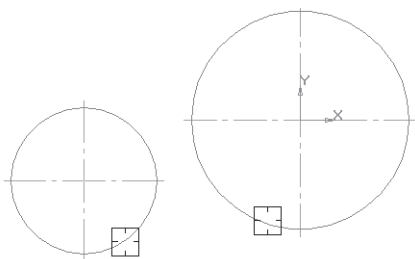

Рис. 98
- укажите два объекта, между которыми нужно построить скругление (рис. 98);